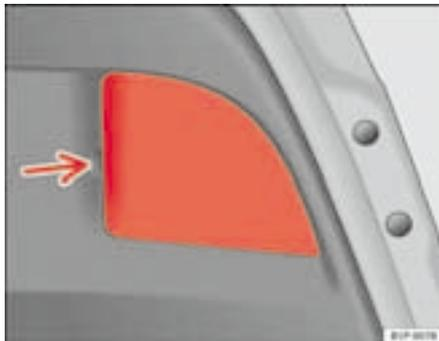

Fig. 168 Luces en el portón
- Retire la tapa tirando de ella. Ver flecha ⇒ fig. 168.